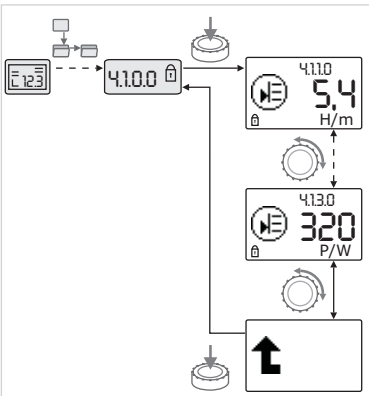

Fig. 33: Solicitud de información
- Girando el botón rojo se accede a elementos de menú del tipo "Información" del submenú actual (véase Fig. 33). Para obtener una explicación de los ajustes representados por símbolos, véase la tabla del capítulo 8.7 "Referencia de elementos de menú" en la página 28.